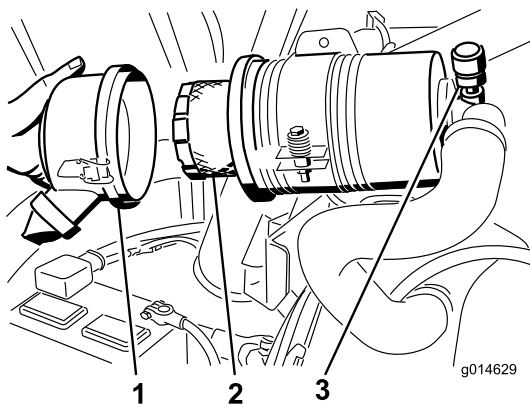

Figura 47
4. Retire y cambie el filtro (Figura 47).